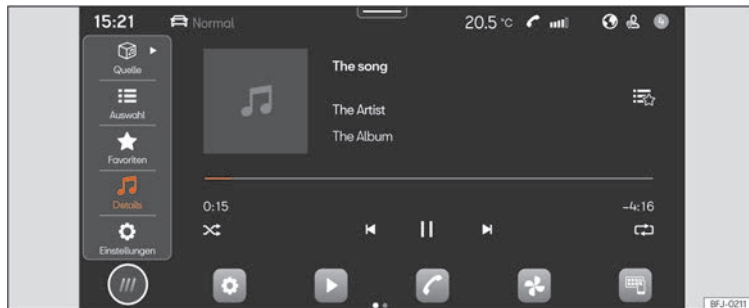

Abb. 152 Schematische Darstellung: Ansicht Medien
- Drücken Sie **HOME > ► >>> Abb. 152.**